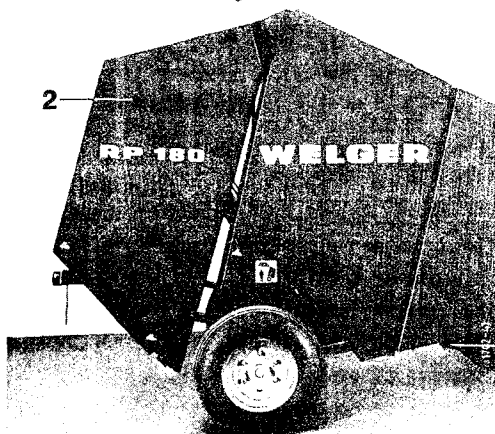

fig. 13
Si la pression s'accroît du fait d'une alimentation trop importante de la chambre de la presse, à un point tel que l'indication fournie sur le manomètre vient dans la zone "rouge", la trappe arrière 2 (figure 13) s'ouvre lentement et automatiquement. De ce fait, le produit pressé collecté sur la partie inférieure de la trappe arrière retombe sur le sol; la pression ne continue pas à augmenter.
En plus l'arbre à cardans pour la commande de la presse est équipé d'un embrayage avec boulon de cisaillement. En cas que ce boulon casse à la suite d'une surcharge remplacez-le (voir page 20). Avant de procéder au liage, ouvrir légèrement la trappe arrière (2) en actionnant rapidement le levier de commande du distributeur hydraulique du tracteur (voir fig. 13).